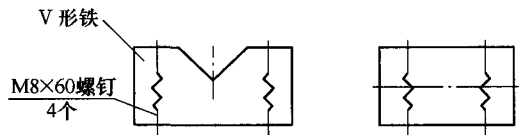

图 5
(4) 可调V形铁，用三个可调V形铁，与滚动支架一起，调整10m丝杠与机床主轴中心高一致。使丝杠移动时平稳而不与其他部分碰撞、干涉，如图5所示。